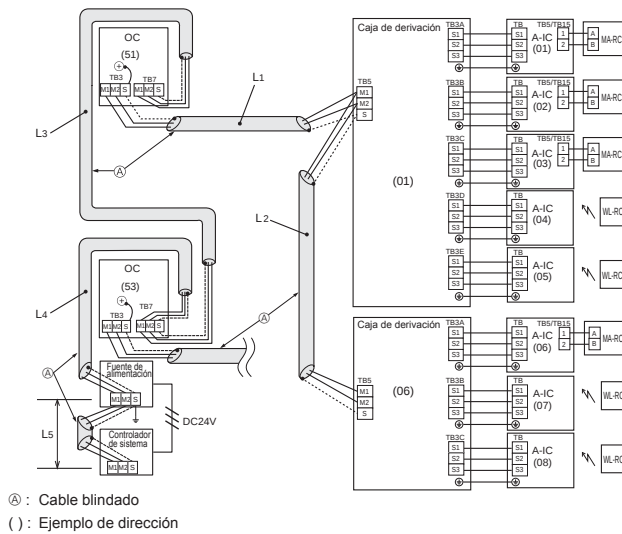

Fig. 7-2
7.4. Conexión de la caja de derivación/cables de unidad exterior y conexión de los cables de alimentación de la unidad exterior (Fig. 7-2)